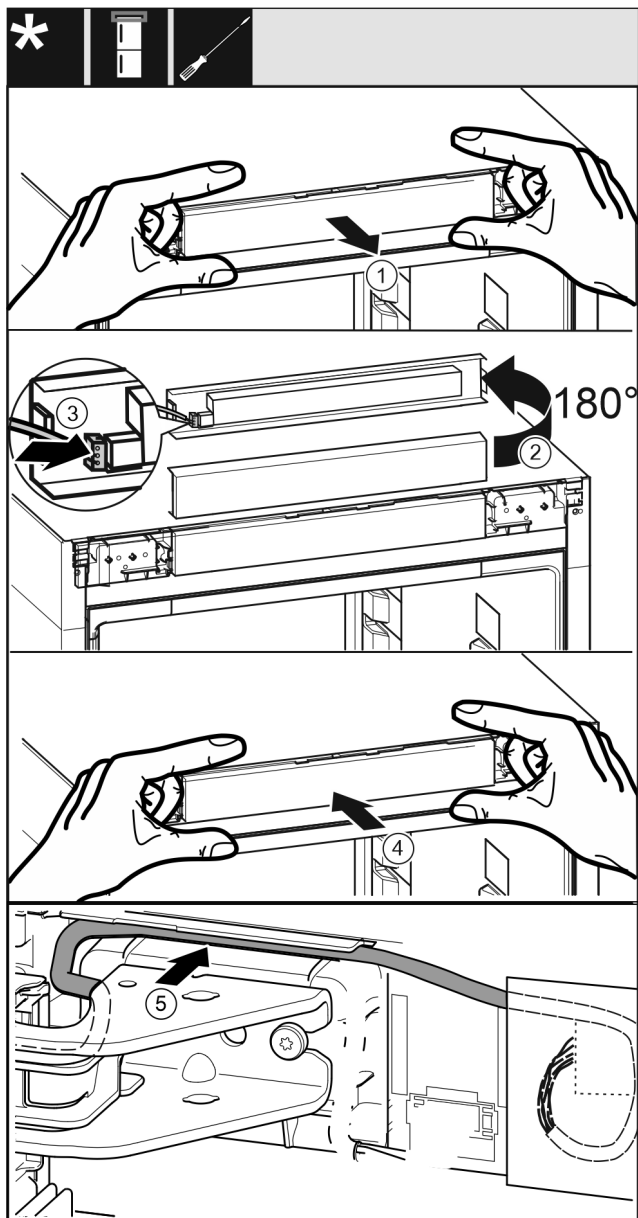

Fig. 32
- ▶ Ta försiktigt bort manöverpanelen. Fig. 32 (1)
- ▶ Vrid panelen 180° uppåt. Fig. 32 (2)
- ▶ Haka i kontakten i manöverpanelen. Fig. 32 (3)
- ▶ Haka i manöverpanelen på skåpet igen. Fig. 32 (4)
- ▶ Dra grå kabel försiktigt i styrningen via den övre lagerbocken. Fig. 32 (5)